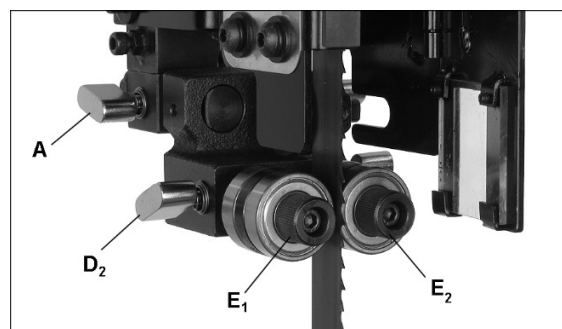
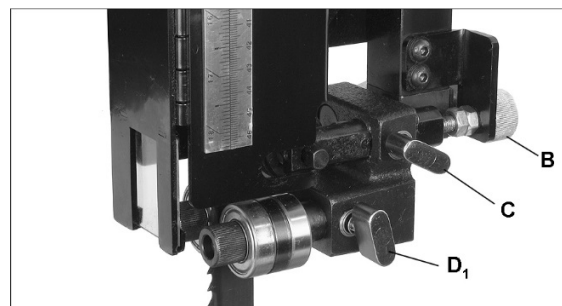
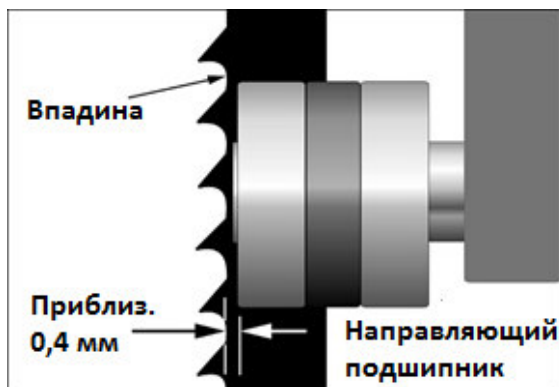

Рис. 27: регулировка верхних направляющих пильного полотна
Рис. 28: регулировка верхних направляющих пильного полотна
Рис. 29: положение направляющего подшипника
- Ослабьте стопорный винт (Рис. 27, A). Убедитесь, что ручка (Рис. 28, C) затянута.
- Перемещайте кронштейн направляющих путем вращения рифленной ручки (Рис. 28, B) до тех пор, пока расстояние между передней плоскостью направляющего подшипника и впадиной (изогнутой площадкой в основании зуба пилы) не составит около 0,4 мм. См. Рис. 29.
- Затяните стопорный винт (Рис. 27, А), чтобы зафиксировать положение.
- Ослабьте стопорный винт (Рис. 27, D₂; Рис. 28, D₁) направляющих подшипников.
- Направляющий подшипник вращается на эксцентриковом валу. Отрегулируйте подшипник путем вращения рифленной ручки (Рис. 27, E₁, E₂); расстояние между пильным полотном и подшипником должно составлять около 0,1 мм. Быстрый способ выставить данное расстояние – это вставить между полотном и подшипником новую банкноту (толщина банкноты составляет примерно 0,1 мм). Произведите регулировку подшипника так, чтобы он слегка удерживал банкноту.
- Затяните стопорный винт (Рис.27, D₂; Рис. 28, D₁) и извлеките банкноту.
См. Рис. 28 и 30.
- Ослабьте ручку (Рис. 28, C) и вращайте рифленную ручку (Рис. 28, B), чтобы переместить упорный подшипник к задней стороне пильного полотна.
- Затяните ручку (Рис. 28, C).